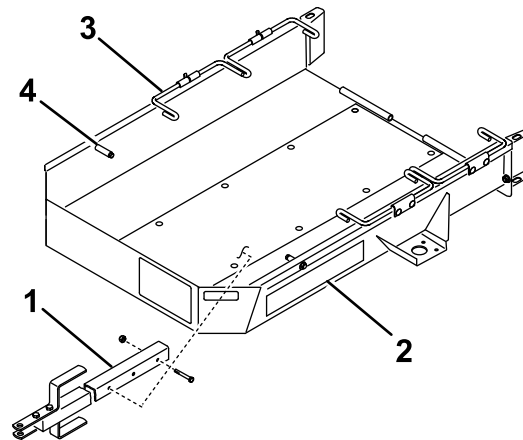

Рисунок 1
1. Прикрепите дышло в сборе к монтажному кронштейну на нижней стороне платформы прицепа с помощью 2 болтов (3/8 x 2-3/4 дюйма) и 2 контргайк (Рисунок 1).
до контакта транспортных колес с упорами прицепа (Рисунок 1).
6. Поверните первый набор рулевых тяг вниз за транспортные колеса машины (Рисунок 1).